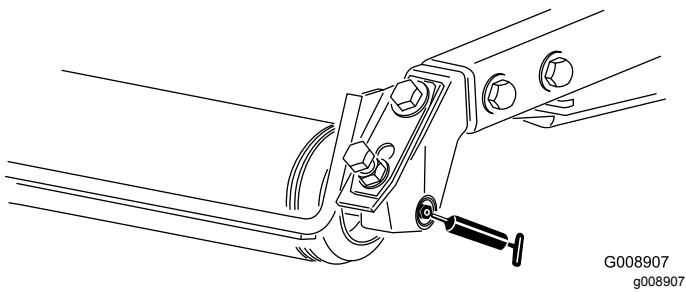

Bild 55
- Heckrollenlager (2 pro Mähwerk) — Bild 55